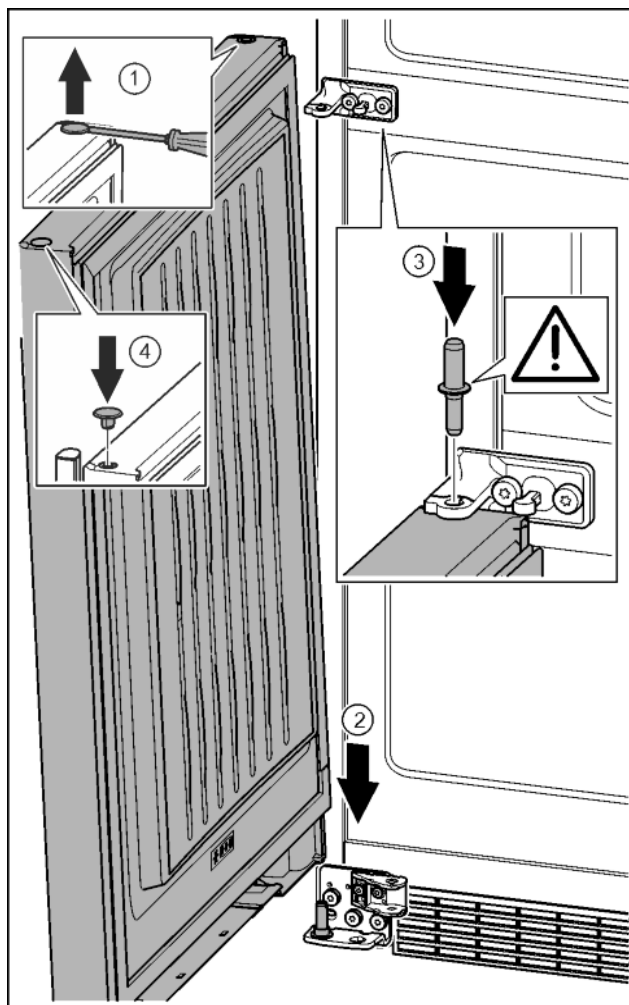

Fig. 35
- ▶ Осторожно приподнять шлицевой отверткой заглушку и вынуть ее. Fig. 35 (1)
- ▶ Установить дверь сверху на нижний опорный палец. Fig. 35 (2)
- ▶ Вставить средний опорный палец через средний опорный кронштейн в нижнюю дверь. При этом следить за тем, чтобы выступ фиксатора был направлен назад. Fig. 35 (3)
- ▶ Заглушку снова вставить с другой стороны. Fig. 35 (4)